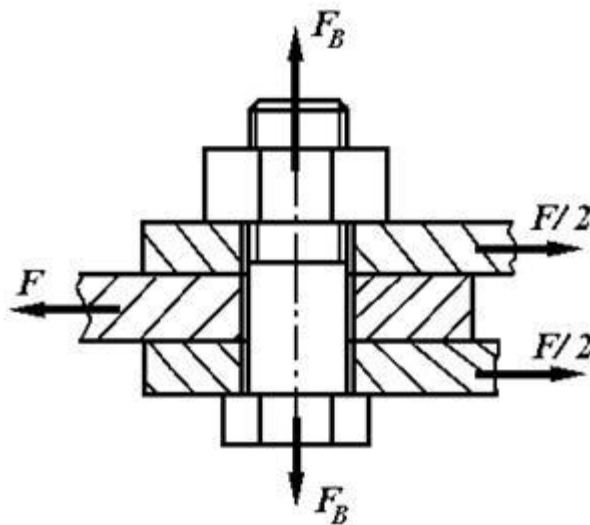

Рис. 15. Болтовое соединение
**Пример 1.** Стальные полосы, растянутые силой  $F = 2,8$  кН, крепятся с помощью двух болтов, выполненных из стали Ст 20 (рис.15). Определить диаметр болтов. Нагрузка постоянная.
где  $i = 2$  (см рис.15).